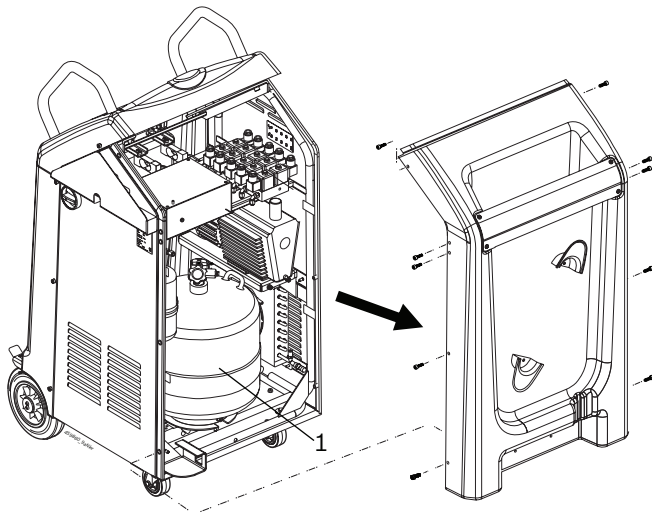

Fig. 9: Att öppna bakre panel
6. Avlägsna Transportemballag från enhetens interna delar och kylvätskebehållaren (Fig. 9, Pos. 1).